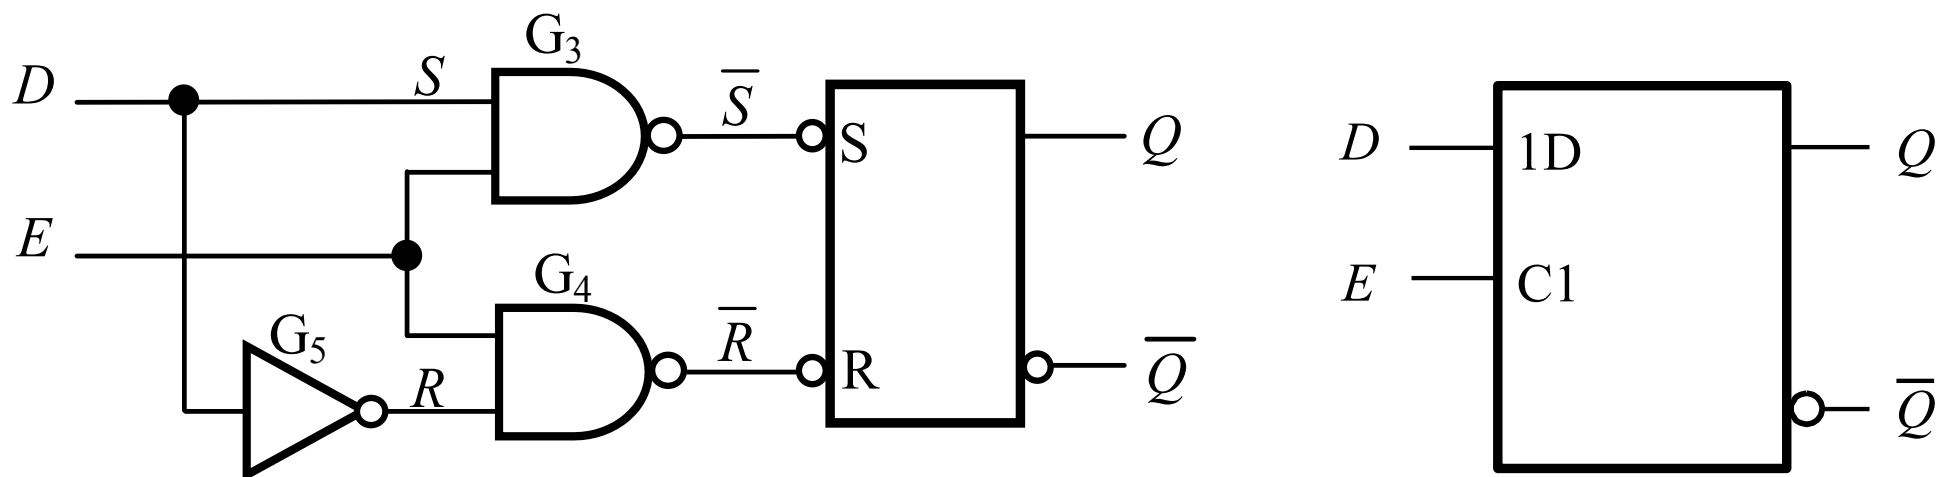

图4.1.3 D锁存器
1. 试对图4.1.3所示的D锁存器进行建模。
- 第一个版本根据图4.1.3使用基本的逻辑门元件，采用结构描述风格，编写了两个模块，这两个模块可以放在一个文件中，文件名为Dlatch\_Structural.v。